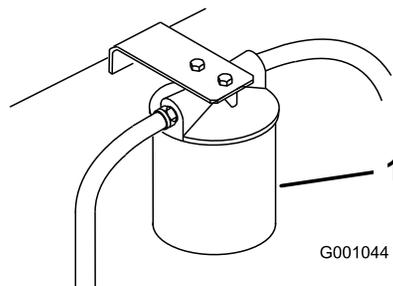

Figure 78
3. Placez un bac de vidange sous le filtre, déposez le filtre usagé et essuyez la surface du joint de l'adaptateur (Figure 78).